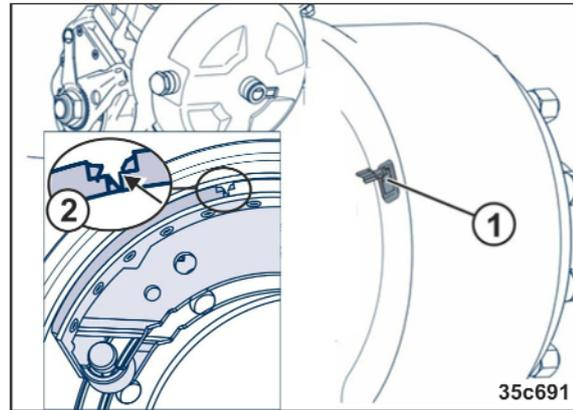

Fig. 284
Zur Prüfung der Bremsbelagdicke das Schauloch durch Aufklappen der Gummilasche (Fig. 284/1) öffnen.
- Verschleißkante (Fig. 284/2) erreicht.